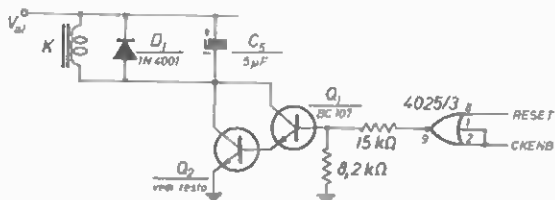

figura 1
a) Il nor 4025/2 (con riferimento allo schema di figura 1, pagina 2279 *cq* 12/78) commuta (come tutti i c-mos) quando la tensione input passa per $V_{cc}/2$; inoltre il relay si diseccita intorno a $V_{al}/3$. Da ciò risulta che il tempo utile per la trasmissione del da-di-da è ridotto a una frazione minima della costante di tempo introdotta da C_x ; ovvero per un funzionamento corretto è necessario che C_x abbia, normalmente, una capacità abbastanza elevata ($1.000 \div 5.000 \mu F$).
Come si può vedere dai diagrammi di temporizzazione di figura 5 (*cq* 12/78) i suddetti segnali sono entrambi a zero durante la trasmissione del da-di-da. In tal tempo l'uscita del nor 4025/3 va a « 1 » e tramite uno stadio Darlington può tenere eccitato il relay, come schematizzato in figura 1.
La modifica riassunta e schematizzata in figura 1 ha il vantaggio di eliminare il grosso elettrolitico C_x che presenta alto costo, eccessivo ingombro, tendenza all'invecchiamento.